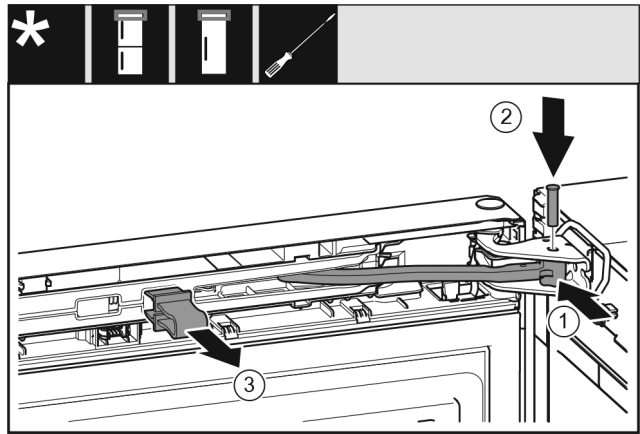

Fig. 21
- ▶ Drei leddet inn i lagerbukken. *Fig. 21 (1)*
- ▶ Sett inn bolten i lagerbukken og leddet. Pass samtidig på at låsebolten sitter korrekt i mutteren. *Fig. 21 (2)*
- ▶ Ta ut sikringen. *Fig. 21 (3)*